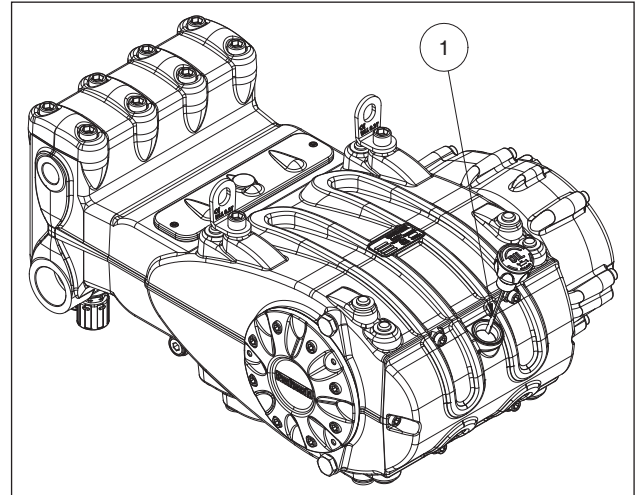

Fig. 8
5. Yağ seviyesi ölçüm çubuğunu kullanarak, pompa karterindeki yağın doğru seviyede olduğundan (poz. ①, Fig. 8).